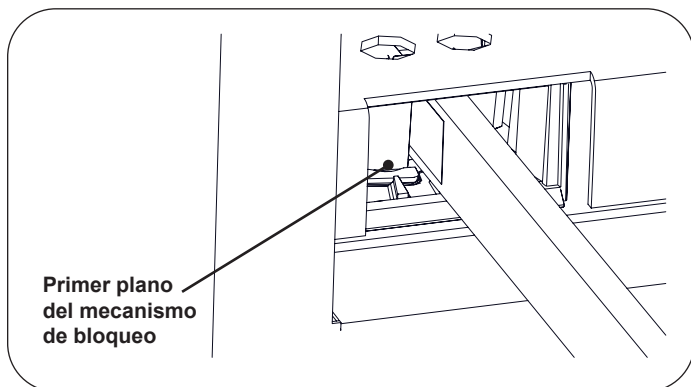

Figura 10. Mecanismo de bloqueo del estribo
1. Para operar los estribos, agarre el extremo del estribo y tire de él directo hacia fuera de la mesa (Figura 10). Levante levemente mientras desliza el estribo hacia fuera.
2. Cuando se alcanza la posición deseada, baje el estribo para enganchar el mecanismo de bloqueo lateral (Figura 10 y Figura 11).